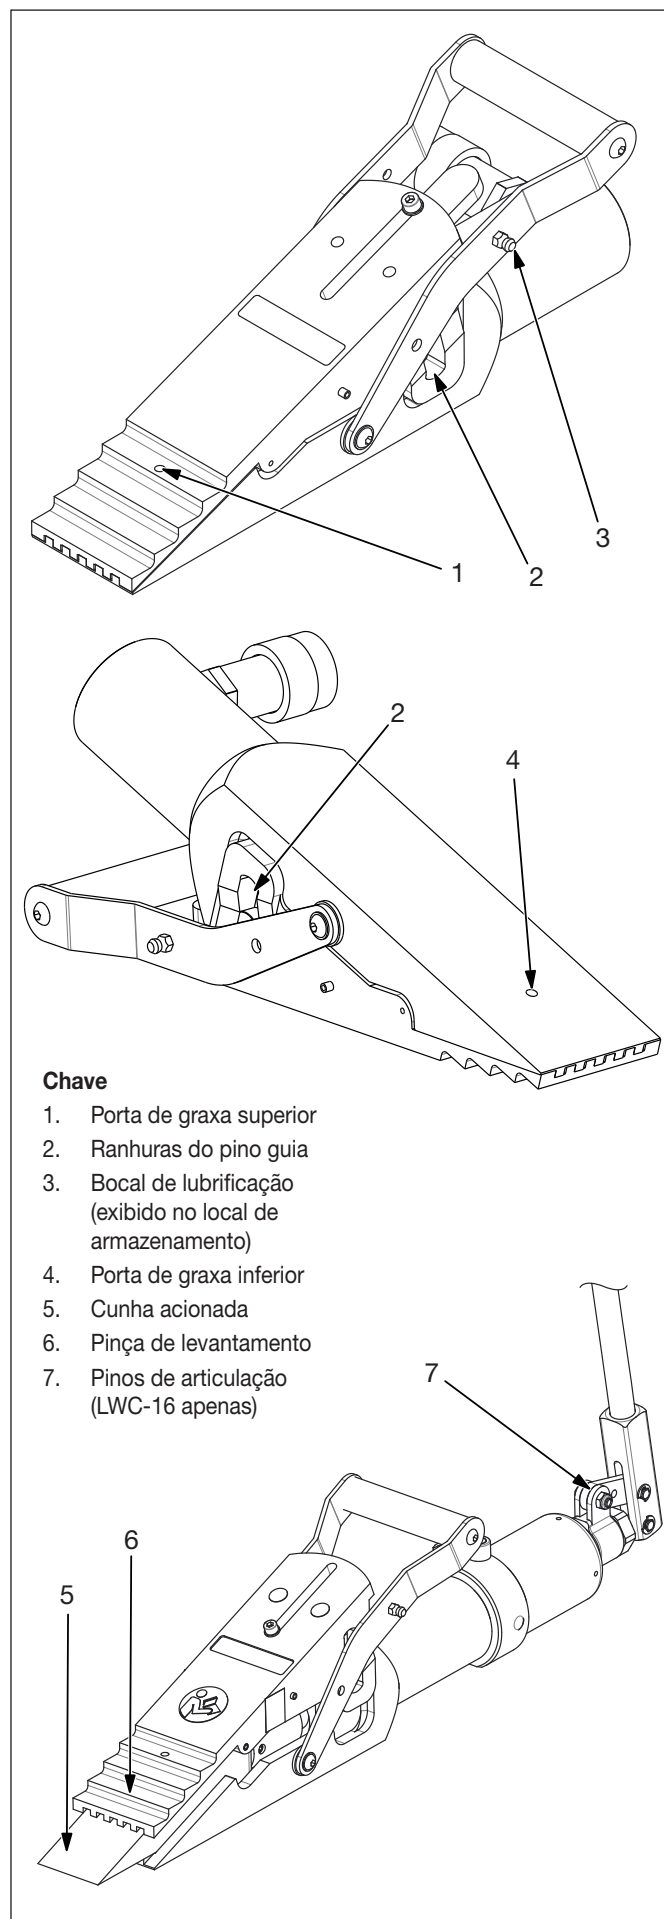

Figura 7, lubrificação, modelos LW-16 e LWC-16
Utilize o seguinte procedimento para lubrificar a cunha para levantamento. Consulte a Figura 7, itens 1, 3, 4, 5 e 6.
1. Remova qualquer areia ou sujeira das ranhuras do pino guia. Consulte a Figura 7, item 2.
Periodicamente, lubrifique os pinos da articulação para que eles permanecem lubrificados. Consulte a Figura 7, item 7.